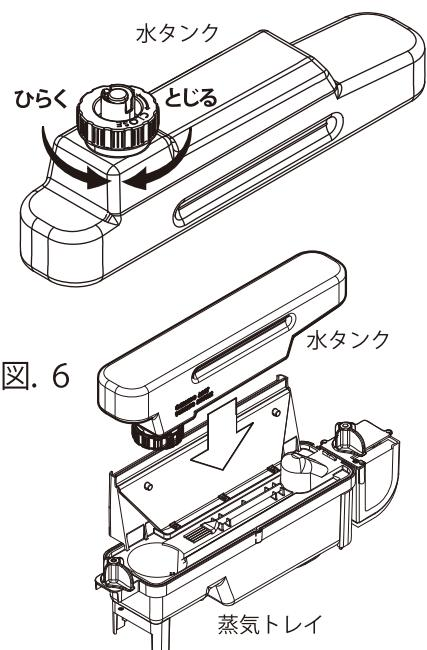

図. 6
- ① 水タンクのキャップを開け、水を入れます。水の量が足りない場合は炎効果が出ないため、満水まで水を入れ、キャップを閉めてください。(閉めすぎに注意してください。)
- ② キャップ部を下に向け、水タンクの外側についた水滴をふき取ってください。蒸気トレイに水タンクをセットします。(図6)